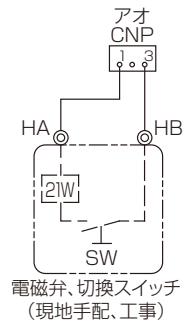

図 12
5) 年間冷房設定 (SW 1-8: ON) にて再熱用途で使用する場合は、図 12 に示すように切換ス